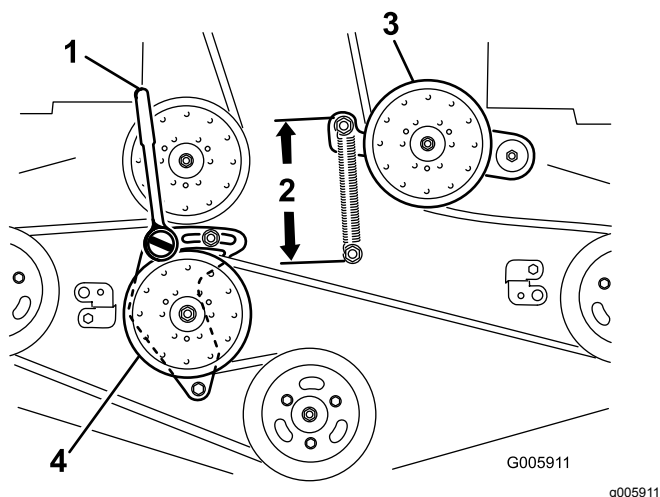

Figure 86
6. Desserrez le bras de la poulie de renvoi fixe pour détendre la courroie (Figure 86).
9. Insérez une douille courte avec manche à rochet ou une barre de levier dans le trou carré du bras de la poulie de renvoi fixe (Figure 86).
11. Pour augmenter la tension de la courroie, tournez le manche à rochet ou la barre de levier dans le sens antihoraire pour déplacer le bras de poulie fixe jusqu'à ce que les crochets du ressort soient espacés de 16,5 cm (Figure 86).